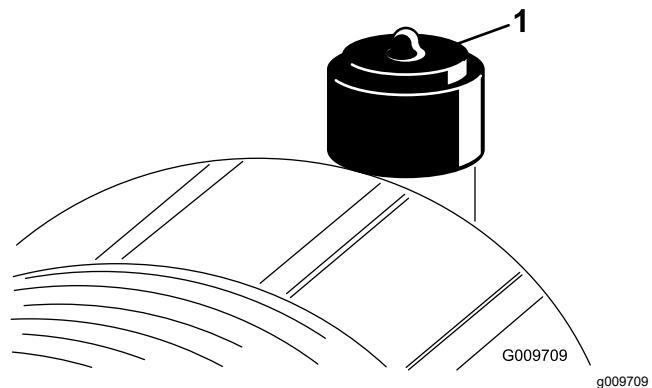

Figura 55
Întreinei filtrul de aer doar când indicatorul privind restricția (Figura 55) solicită acest lucru. Schimbarea filtrului de aer înainte de a fi necesar mărete pericolul de pătrundere a murdăriei în motor atunci când îndepărtai elementul.
- Resetai indicatorul privind restricția (Figura 55) dacă este rou.